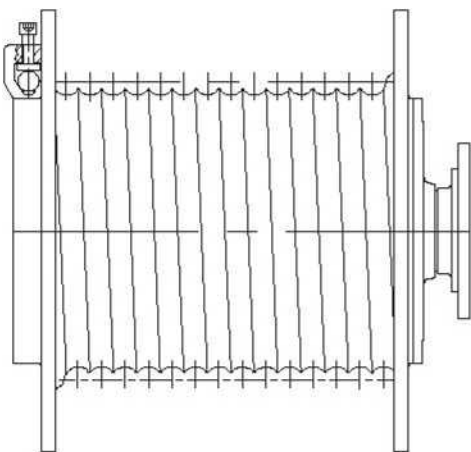
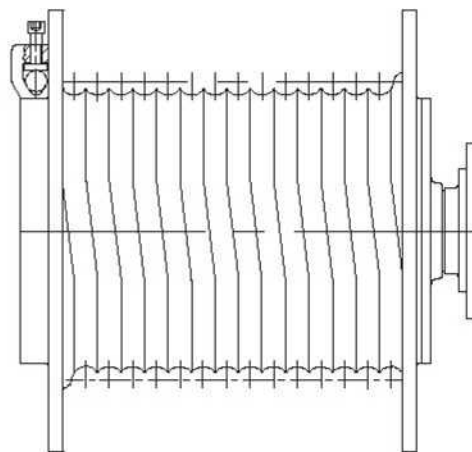

Рис. 1
Рис. 2
- 1) Барабан со стандартными канавками (рис. 1) и со специальными канавками (рис. 2).
- 2) Трос в канавке имеет правоходный и левоходный типы обмоток. По умолчанию представлена правоходная обмотка (рис. 1).